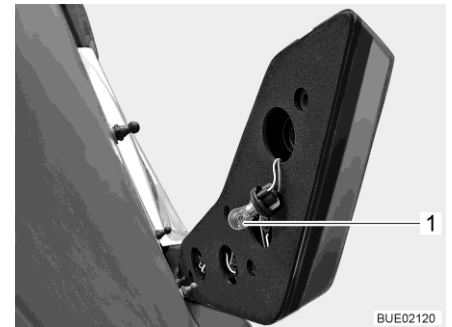

Bild 203 Bakkbelysning
- Ta tag i borrhålen på husets baksida. Vrid sockeln (Bild 203,1) (bajonett-lås) och dra ur den. Exempel med bromsljus visas.